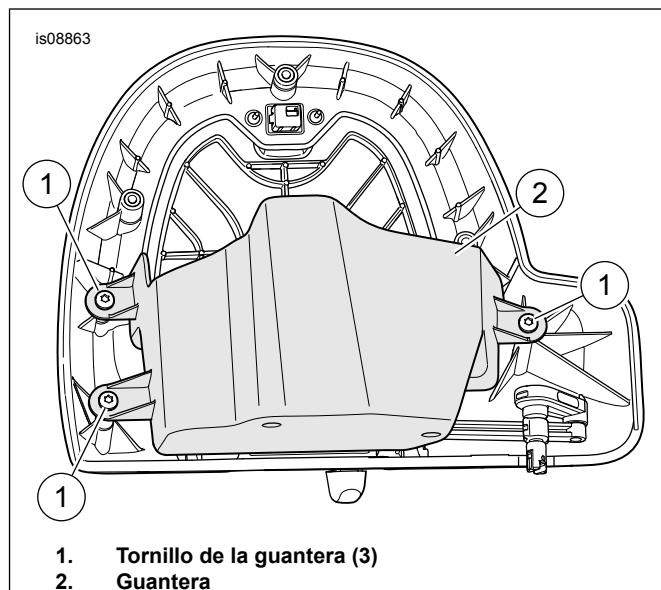

Figura 3. Tornillos de la guantera
4. Consulte la Figura 3. Quite los tornillos (1) y extraiga la guantera (2).